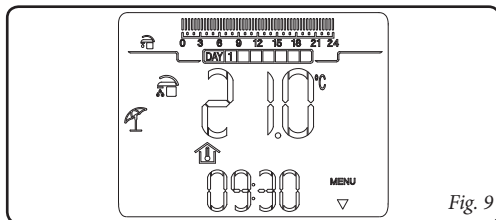

Fig. 9
- **Modalità estate** (☀️). In questa modalità la caldaia è abilitata solo per la produzione di acqua calda sanitaria escludendo il riscaldamento ambienti. Sul display viene visualizzato il giorno e l'ora corrente, la temperatura ambiente e la barra oraria con la programmazione giornaliera del timer sanitario unitamente ai relativi simboli (fig. 9).